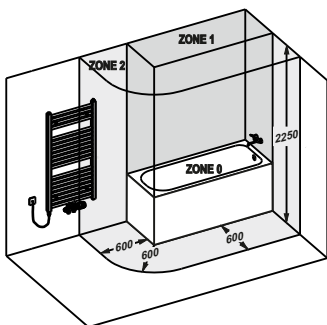
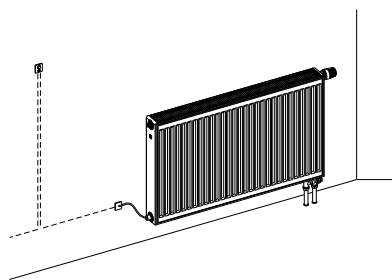
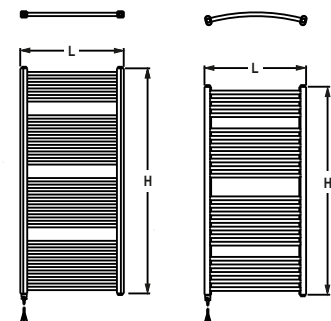
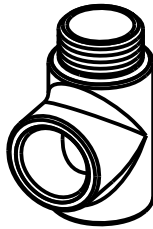

Abb.1
Abb.2
Abb.3
Abb. 4 T-Abzweig (Z-SKV-0001)
- Arbeitsposition	senkrecht mit Anschlusskabel unten - gilt für die HK KORALUX (siehe Abb. 3) Waagrecht im unteren Teil des HK - gilt für RADIK COMBI VK (siehe Abb. 2)
Dusche (Zonen 0 und 1 gemäß ČSN 33 2000-7-701, siehe Abb. 1) installiert werden. Die Stromzufuhrinstallation des EHST muss die Vorschriften für einen Anschluss eines Geräts der Klasse 1 erfüllen und ist durch einen entsprechenden und funktionstüchtigen FI-Schutzschalter zu schützen. Sofern der EHST nicht mit einem montierten Netzstecker an das Netz angeschlossen wird, muss in der Zuleitung des EHST ein Schalter montiert sein, der dem Nutzer im Bedarfsfall ein sicheres Trennen vom Netz ermöglicht.
Schieben Sie den EHST vorsichtig von unten in den Rohrheizkörper KORALUX (siehe Abb. 1, 3), oder von der Seite in den unteren Anschluss des HK RADIK COMBI VK auf der dem Ventil gegenüberliegenden Seite (Abb. 2) und ziehen Sie ihn mit einem Seitenschlüssel der Größe 22 an. Es ist unzulässig, den EHST durch die Metaldurchführung des Anschlusskabels anzuziehen! Sofern es die konkrete Situation verlangt, dass in den Zugang des Rohrheizkörpers, wo Sie den EHST montieren, gleichzeitig der Rücklaufzweig des Warmwassersystems angeschlossen ist, verwenden Sie speziell dazu ein T-Stück (Zubehör KORALUX – Handelsbezeichnung T-Abzweig – Abb. 4).